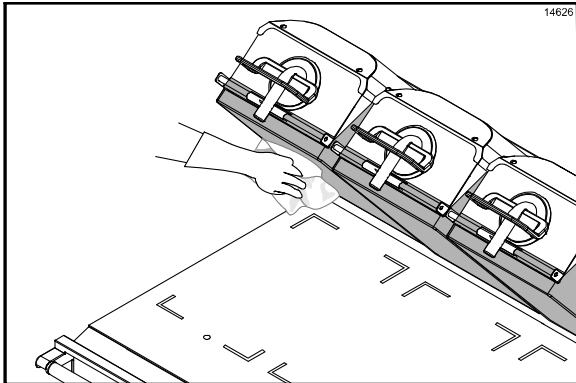

Abbildung 81
7. Die offenen Flächen der Trennfolien mit einem sauberen, mit Desinfektionsmittel getränkten Grilltuch abwischen. (Siehe Abbildung 81.)